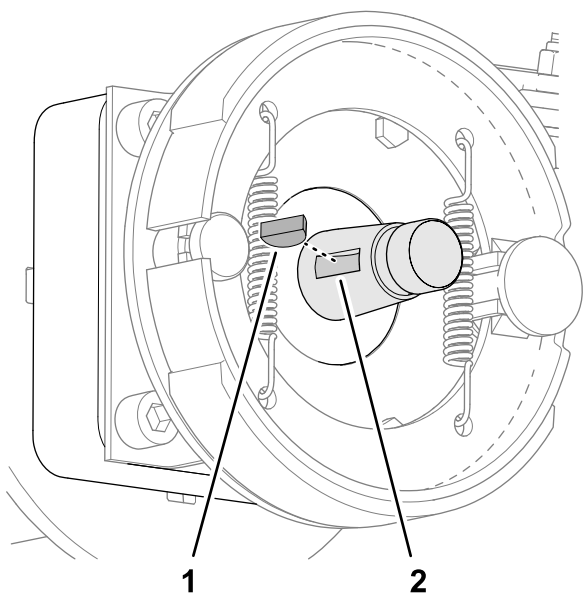

Figura 83
2. Inserte la chaveta semicircular en la ranura del eje del motor de rueda (Figura 83).